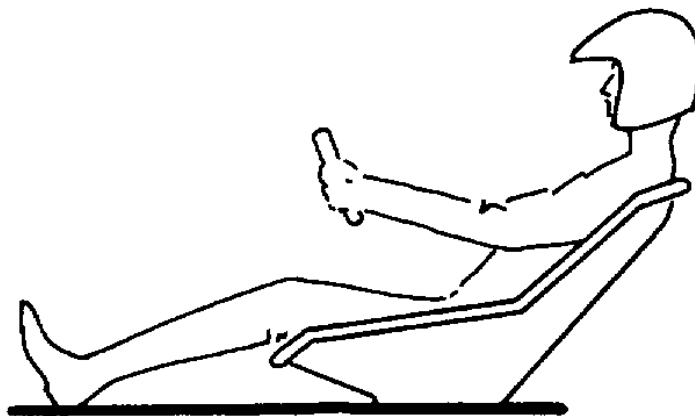

Fig. 2. Helt golv under föraren.
- Fordon ska undertill vara försett med ett helt golv som täcker förarens ben och förarstol underifrån. Stålblåt minimum 2 mm tjocklek, aluminium minimum 3 mm tjocklek (se Fig. 2).